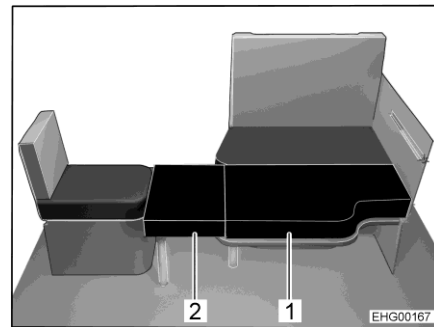
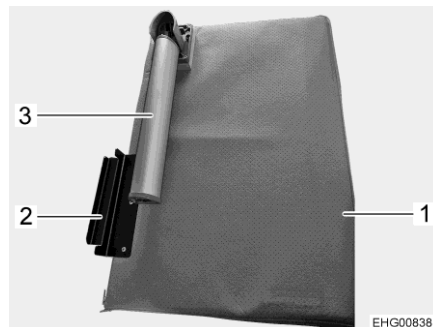

Fig. 124 Dopo la trasformazione
Fig. 125 Tavola aggiuntiva
- Estrarre il supporto per i piedi (Fig. 125,3) dalla tavola aggiuntiva (Fig. 125,1).
- Agganciare gli angoli di supporto (Fig. 125,2) della tavola aggiuntiva al sedile singolo e appoggiare il cuscino aggiuntivo (Fig. 124,2) sul piano del tavolo.
- Posare il secondo cuscino aggiuntivo (Fig. 124,1) sul piano del tavolo.